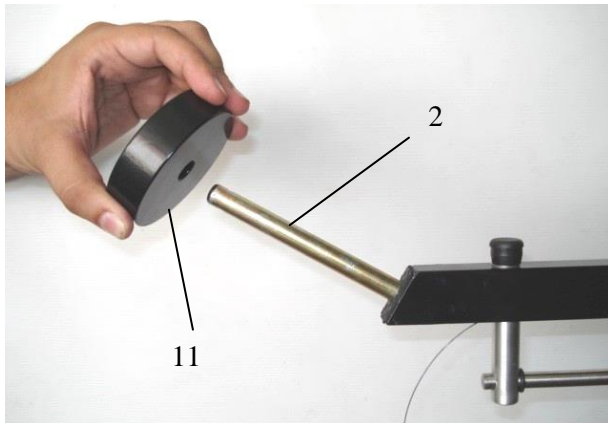

Figura 15: Inserção de contrapesos.
- Inserir os contrapesos (11) na haste dos contrapesos (2) - figura 15. Há dois contrapesos de 0,5 kg e um de 2 kg.